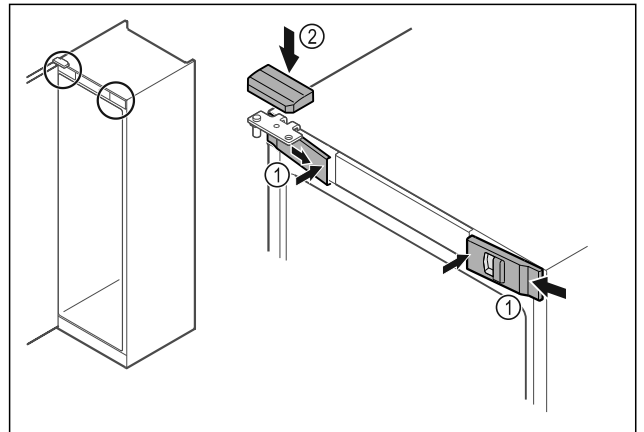

Fig. 53
- Futni nga anash kapakët mbulues të përparmë Fig. 53 (1) dhe mbërthejini nga brenda.
- Mbërtheni nga lart kapakun mbulues të sipërm Fig. 53 (2).